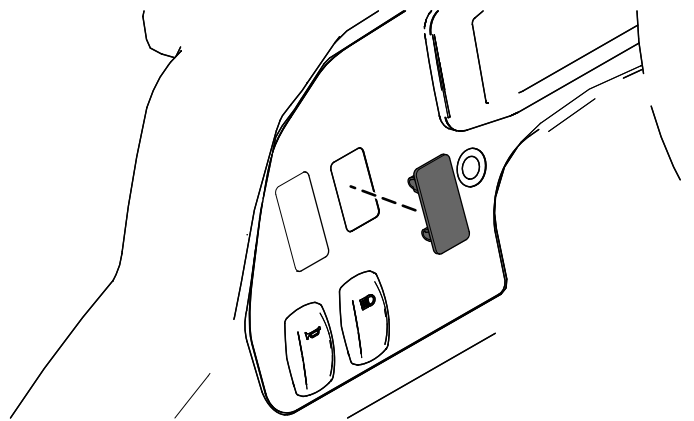

Figura 19
1. Rimuovete il tappo in plastica dal cruscotto (Figura 19).